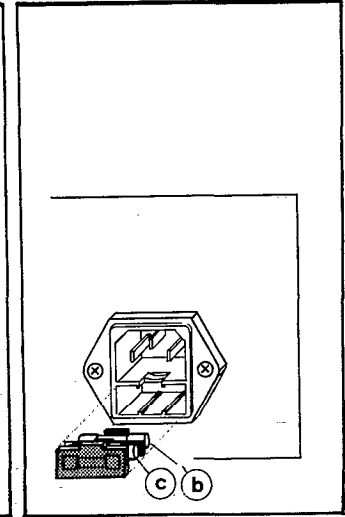

Abb. 2.2
- Defekte Sicherung ① durch neue, auf richtigen Sicherheitswert überprüfte Sicherung ③ ersetzen, Abb. 2.2.
- Reservesicherung ③ einsetzen und Einsatz ② wieder einschieben.